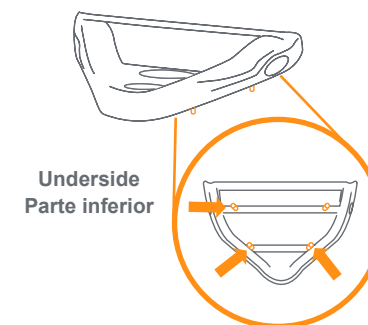

Fig. 7a
- 7) • Examine the bottom of the front fender. You will notice four 1/4 inch diameter plastic tubes protruding from the bottom (Fig. 7a).
- Examine la parte inferior del guardabarros delantero. Notará cuatro tubos plásticos de ¼ pulgada de diámetro que sobresalen de la parte inferior (Fig. 7a).